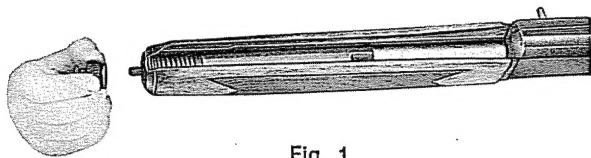

Fig. 1
- 1 — Svitare e togliere al gruppo calcioculatta-asta il tappo fissaggio asta (fig. 1 -tav. 1° - F).
- 1 - unscrew fore-end cap (F - Table 1) from the stock-receiver-fore-end assembly (fig. 1).
- 1 - *dévisser et enlever le bouchon situé à l'extrémité du devant bois (fig. 1 - table 1 - pièce F)*